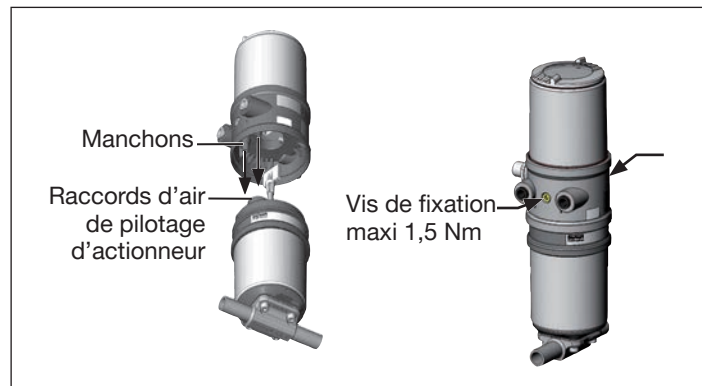

Fig. 7 : Montage du positionneur
2. que les manchons du positionneur entrent dans les raccords d'air de pilotage de l'actionneur (voir également « Fig. 7 »).